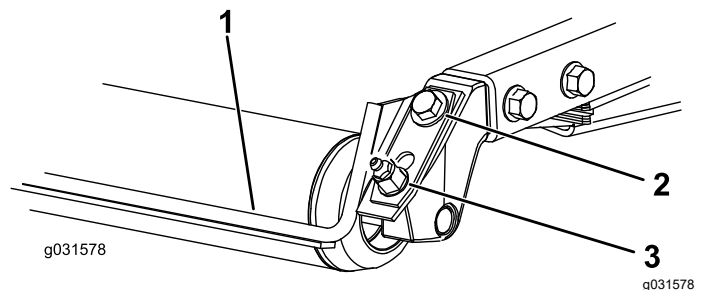

Рисунок 8
1. Ослабьте пресс-масленку и крепежный винт (Рисунок 8).